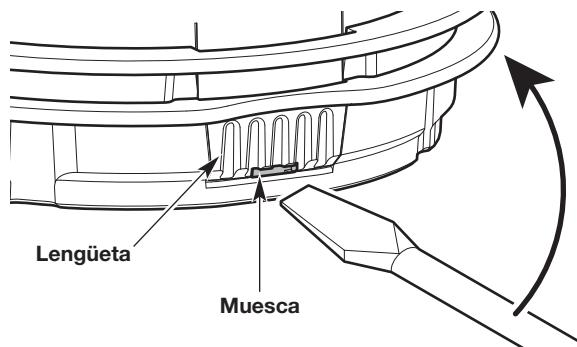

Fig. 27
- Inserte un destornillador de cabeza plana en la ranura de la lengüeta (Fig. 27).
- Incline levemente el destornillador hacia arriba y sosténgalo en el lugar (Fig. 27).